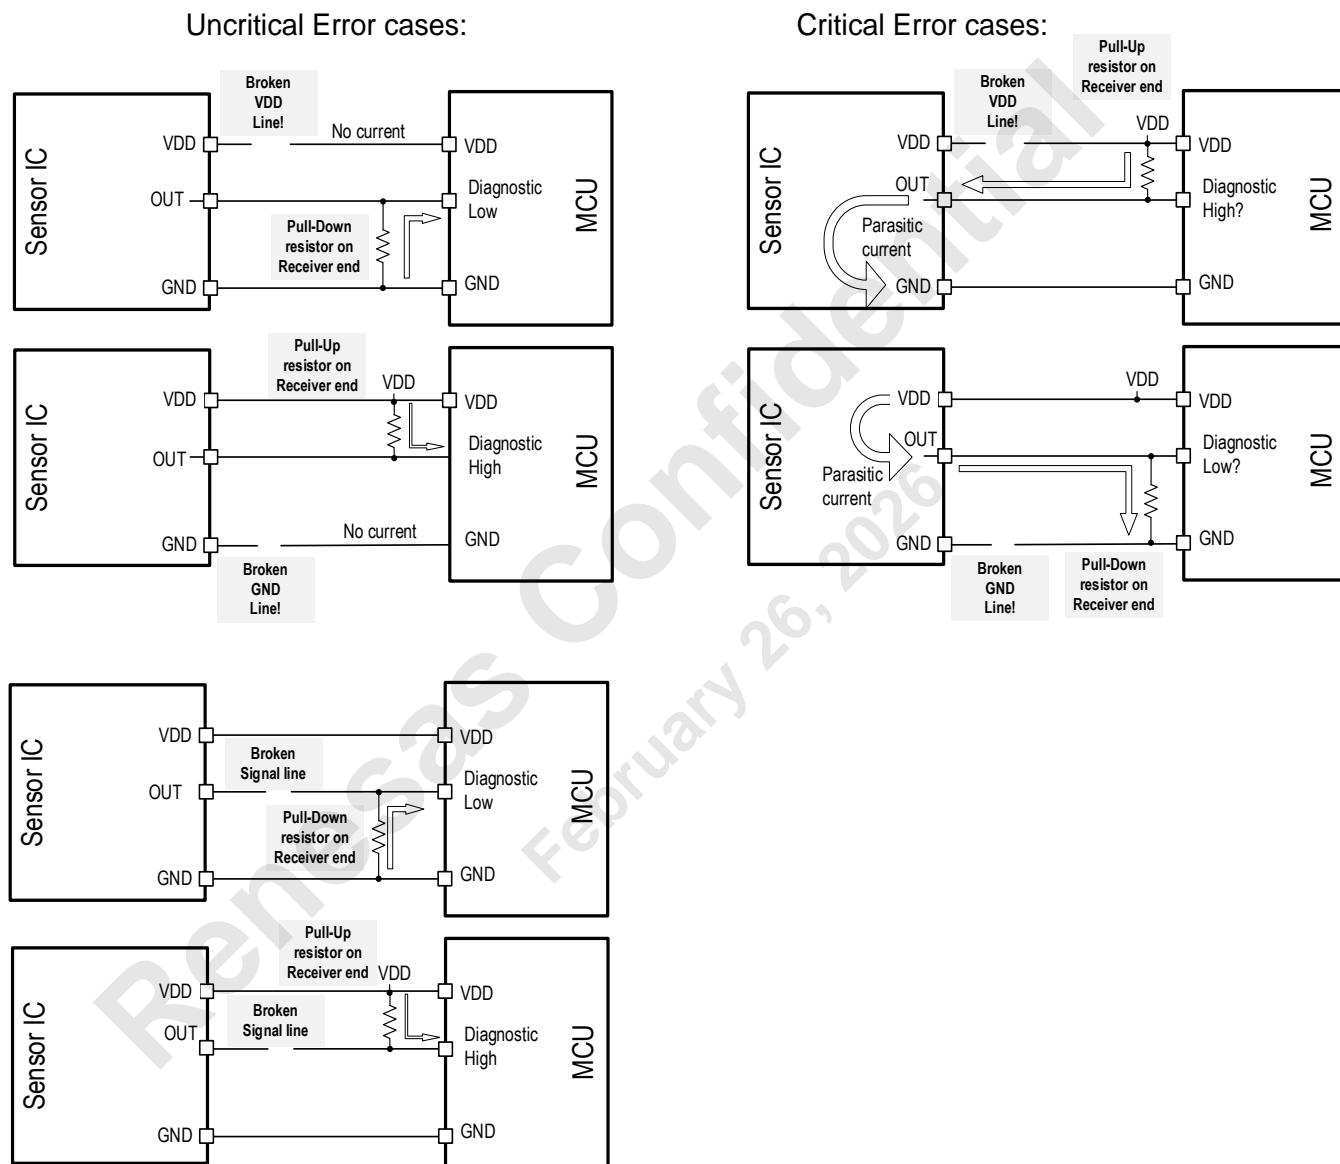
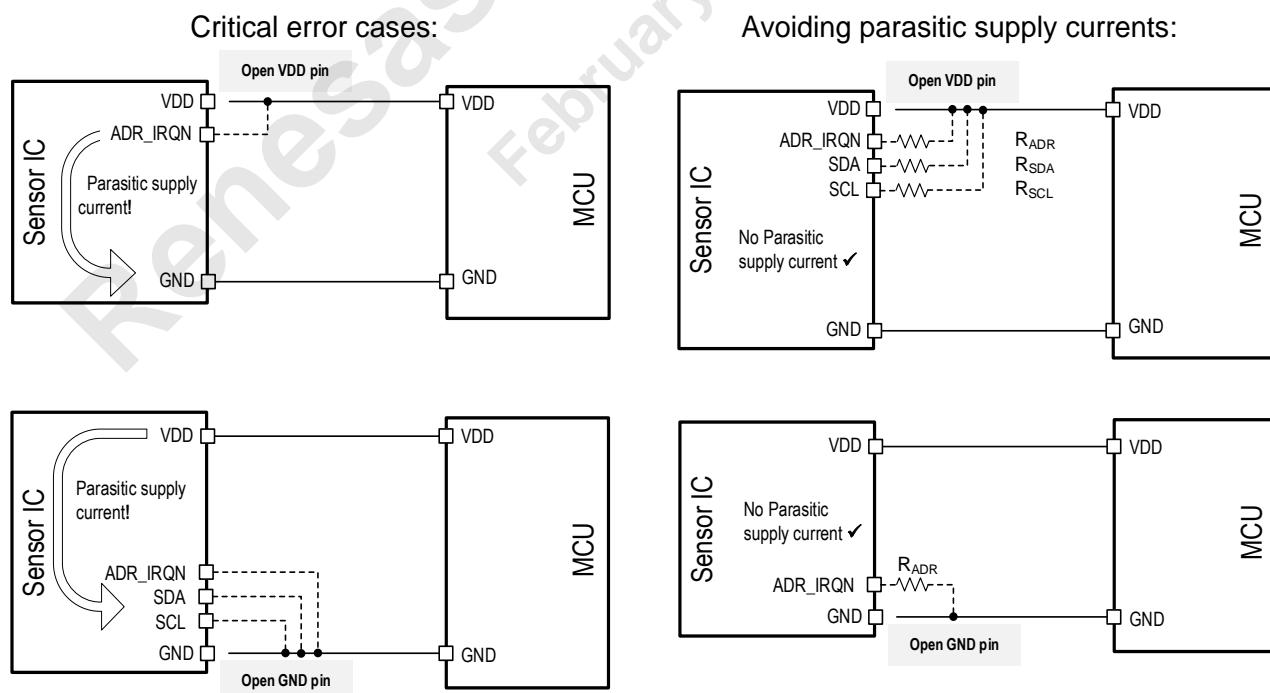

図 25 VDD または GND ラインの断線によるアナログ出力の寄生電流
図 26 ADR IRQN 端子、SDA 端子、SCL 端子の寄生電流
電源、グランド、またはアナログ出力の断線のほとんどはアナログ出力端子の DC 電圧をモニタすることにより容易に検出可能です。図 25 左列の図を参照してください (OUT は SIN_SCL、SINN、COS_SDA または COSN です)。診断エラーまたは信号線断線の場合、影響を受けた端子の DC 電圧は外付けのプルアップ抵抗またはプルダウン抵抗により診断範囲 (diagnostic high または diagnostic low) へ引き込まれます。
- 受信側に外付けプルアップ抵抗が有る場合の VDD の断線 (図 25 右上の図参照):
- 受信側に外付けプルダウン抵抗が有る場合のグランド配線の断線(図 25 右下の図参照):
VDD または GND 端子がオープンの場合、ADR IRQN または SDA、SCL が VDD または GND に直接接続されている場合に寄生電源電流が流れる可能性があります (図 26 の Critical error cases 参照)。このような寄生電源電流を避けるには、図 26 の Avoiding parasitic supply currents に示すように、これらの端子を VDD または GND に抵抗を介して接続します。 R_{ADR} 、 R_{SDA} 、 R_{SCL} の値は表 14 を参照してください。
<p>p.31 図 15,図 14: SCL の接続変更</p> <p>p.32 セクション 15.2: 電源電圧の表記を 3.3V±10%または 5.0V±10%から、3.3V±0.3V または 5.0V±0.5V に変更</p> <p>p.32 セクション 15.3.1: 説明と表の追加</p> <p>p.32 図 17: 抵抗と抵抗値の表記変更</p> <p>p.33 セクション 15.3.2: 参照する図の変更と表の追加</p> <p>p.17 図 18: 抵抗値の表記変更</p> <p>p.34 図 19: 抵抗値の表記変更</p> <p>p.34 図 20: 抵抗値の表記変更</p> <p>p.36 図 22: 抵抗値の表記変更</p> <p>p.36 セクション 17: 図 22 の下の注記の修正</p> <p>p.37 セクション 17.1: 動作電源電圧の記載を 3.3V±10%または 5.0V±10%から、3.3V±0.3V または 5.0V±0.5V に変更</p> <p>p.37 表 22: Supply voltage range のプログラムオプションの記載を 3.3V±10%または 5.0V±10%から、3.3V±0.3V または 5.0V±0.5V に変更</p> <p>p.40 セクション 18.2.1.2: 説明文の修正、追加</p> <p>p.41 図 25: タイトル修正</p> <p>p.42 表 24: 参照する図の明記</p> <p>p.42 表 25: 参照する図の明記</p> <p>p.42 セクション 18.2.1.2: 説明文修正</p> <p>p.42 図 26: 対象端子の追加、抵抗値の表記変更</p> <p>p.44 表 26: Output buffer failure の Temporary タイプの説明修正、Static タイプの追加</p> <p>p.45 セクション 18.5: C_T の参照先追加</p> <p>p.48 セクション 24: 章名、表内の「注文」を「発注」に変更</p>